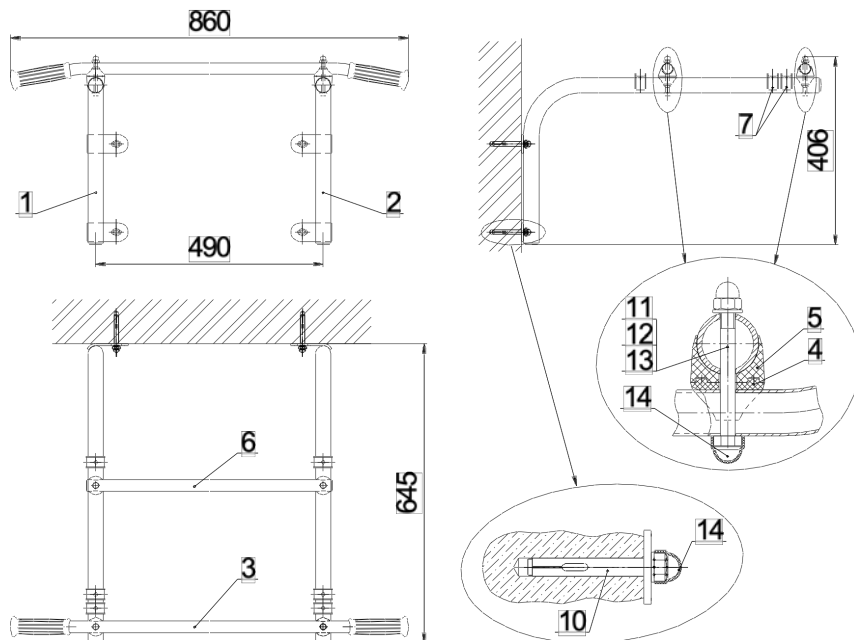

Рис. 1
10.4.1 Собрать турник (рис. 1).